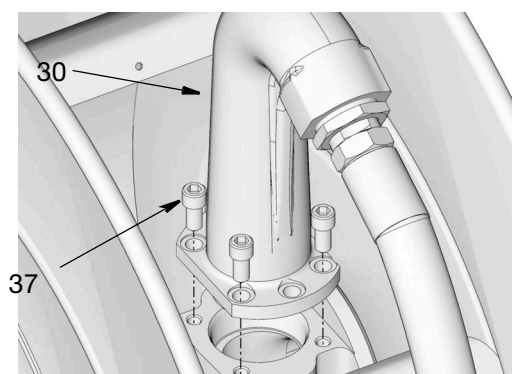

Fig. 12: Représentation du modèle à basse pression.
15. Installer la sortie (30) sur la bobine. Remplacer et bien serrer tous les boulons (37). Serrer les boulons au couple de 24 à 30 pi. livres (32,54 à 40,67 N.m) (Fig. 12).
- Les modèles à basse pression (montrés sur la Fig. 12) utilisent 4 boulons (37).
- Les modèles à moyenne pression (pas montrés) utilisent 6 boulons (37).